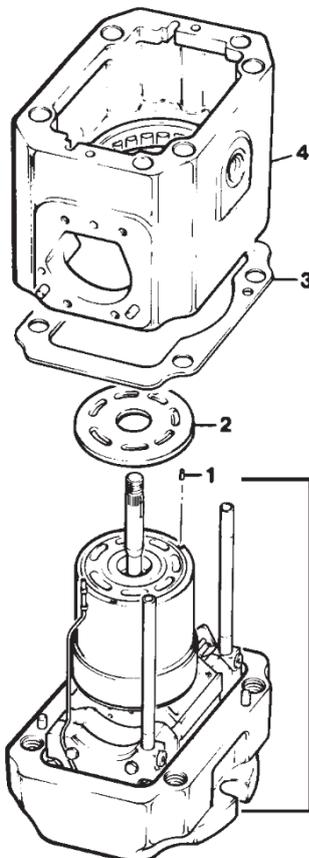

Рис. 6
См. рис. 6. Вставить три штифта (1) в отверстия, предусмотренные в лицевой поверхности блока цилиндров.